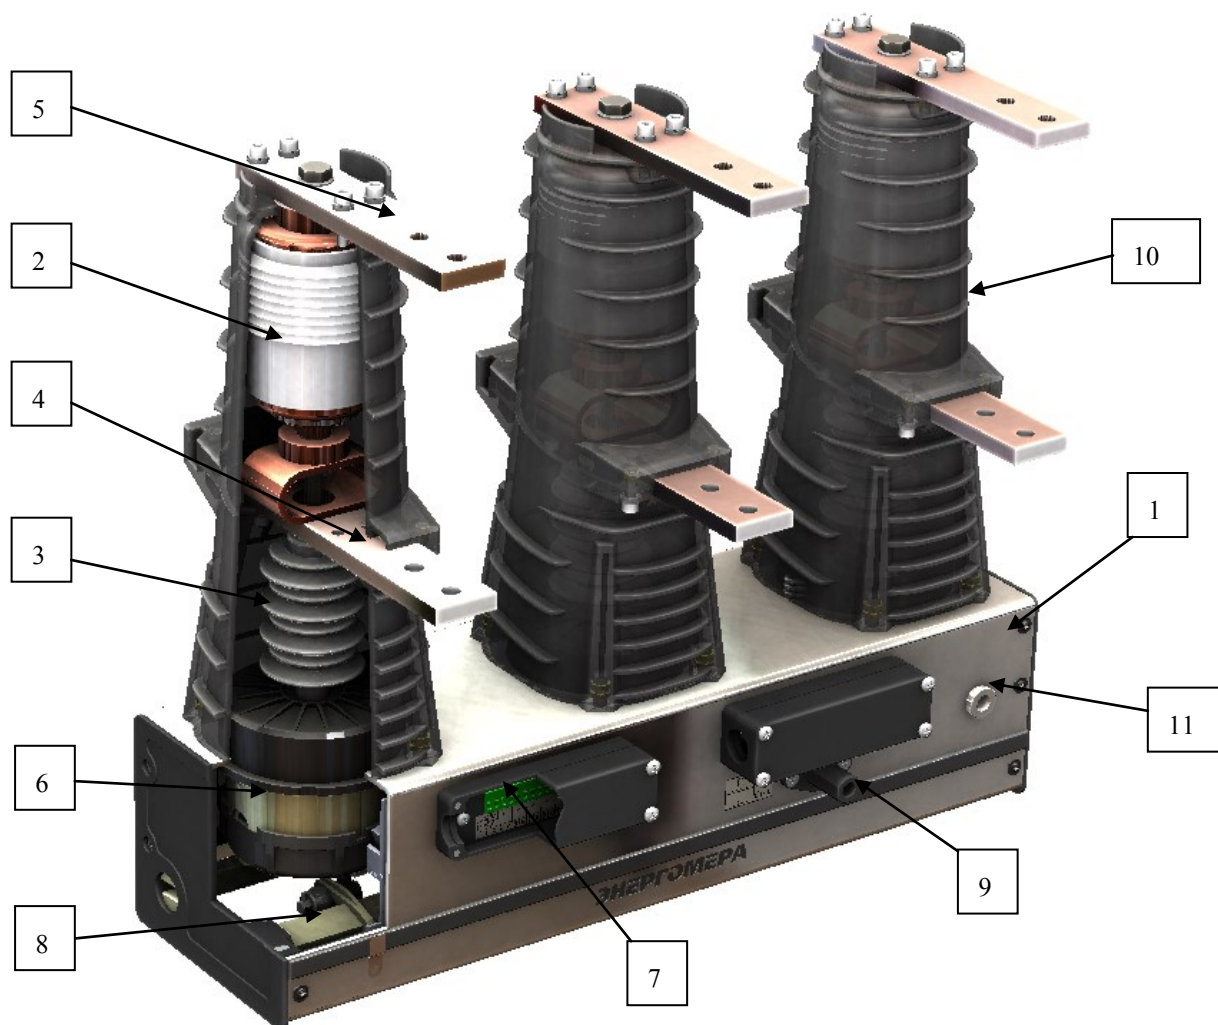

Рисунок 3. Устройство выключателя:
2.3.4 Индикатор состояния главных цепей выключателя (9), выполняет функцию кулачка для управления выносным указателем положения главных контактов, рядом с индикатором расположена мнемосхема Рис.3 поясняющая работу индикатора.